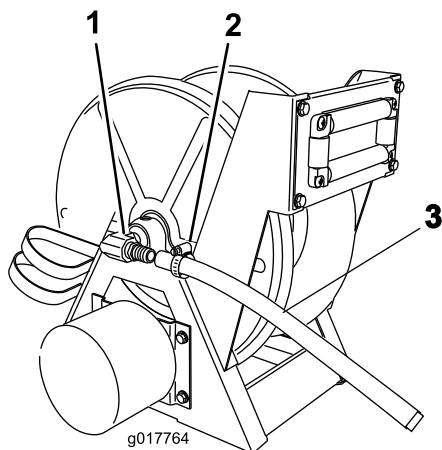

图11
3. 将软管端安装在软管卷总成药缸一侧的直角宝塔接头上 (图11) 。